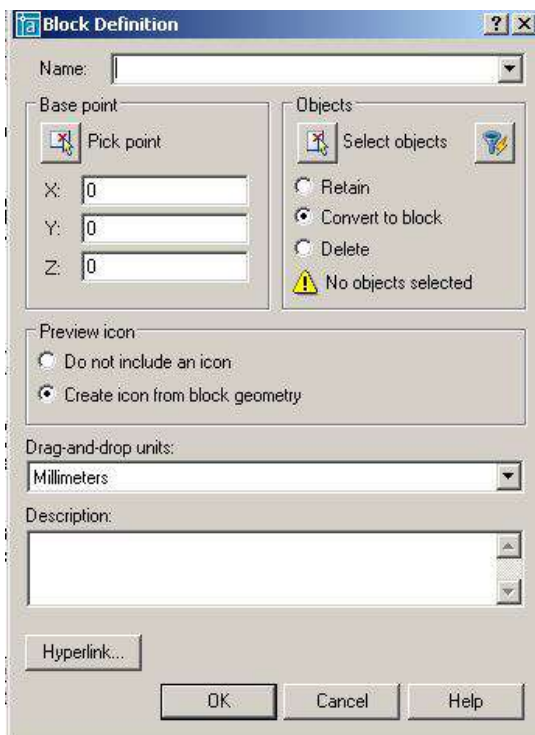

Рис. 37.
– Команда **Block** (Блок) – создание локального блока из объектов текущего чертежа - вызывается из падающего меню **Draw** (Рисовать) → **Block** (Блок) → **Make** (Создать) или щелчком мыши по пиктограмме **Make Block** (Создать блок) панели инструментов **Draw** (Рисовать). Команда раскрывает диалоговое окно **Block Definition** (Описание блока), представленное на рис. 37.